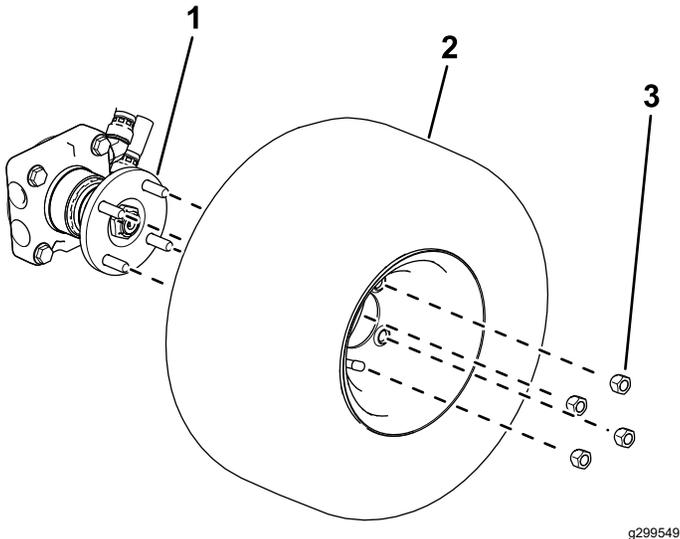

図 4
- **4 輪駆動マシンラグナット 4 本でホイールをハブに固定する 図 4。**